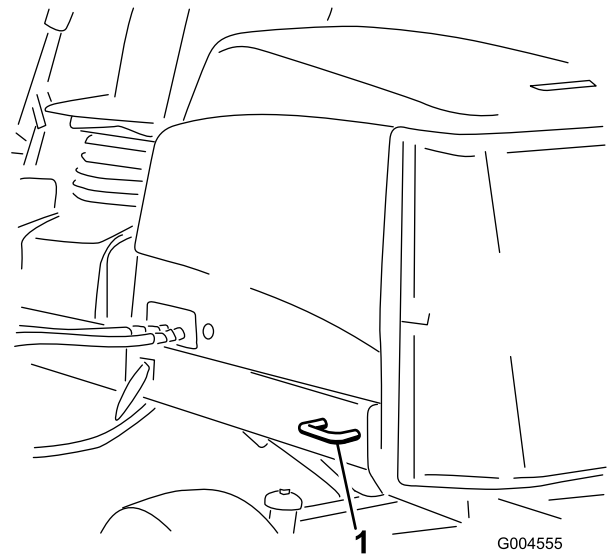

Figura 34
- **Parte trasera de la máquina** – a cada lado de la máquina, en el bastidor trasero (Figura 34).